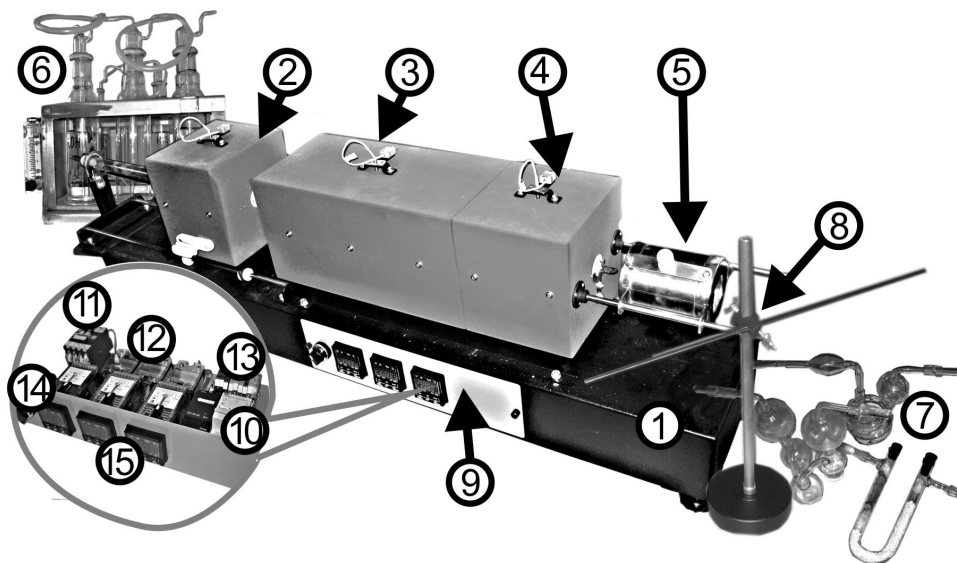

Рис. 1
Основными составными частями установки КАРБОН-101М2 являются (Рис.1): основание (1), подвижная печь-1 (2), печь-2 (3), печь-3 (4), печь-муфта (5), сосуды очистительной системы (6), сосуды поглотительной системы (7), штатив (8). В основании (1) расположен пуско-регулирующий блок (9).